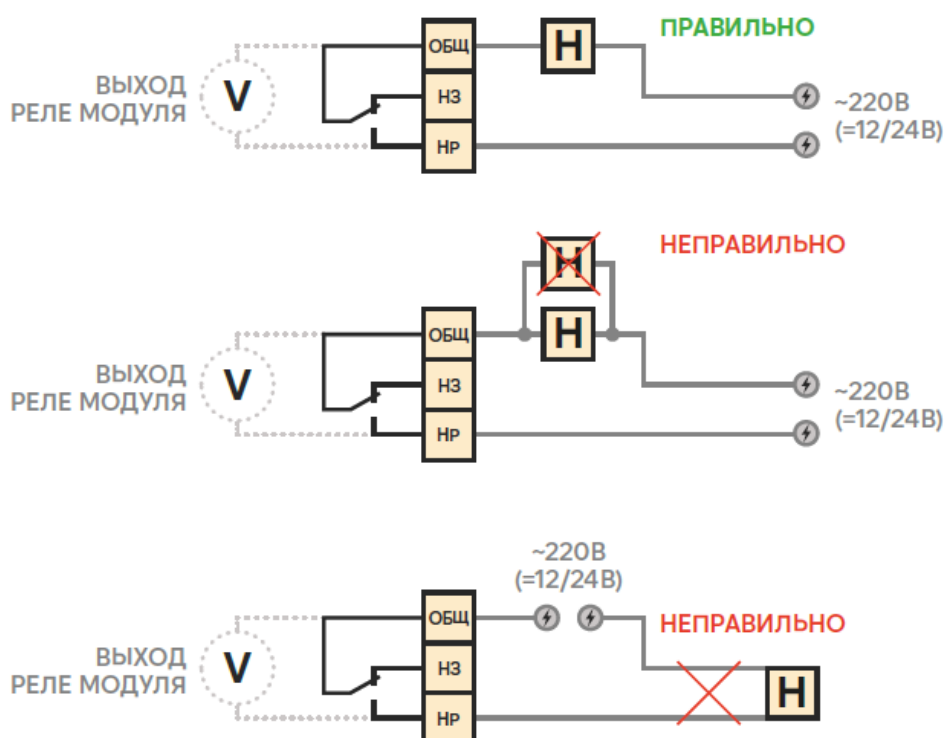

Рис.4. Особенности схемы подключения нормально-выключенной нагрузки к КУПОЛ-Р2.
3. Извлечение платы из корпуса и удаление джамперов, указанных на рис.4, производить при отключенном напряжении нагрузки.
2.2.4. На рис. 4 показаны наиболее часто встречающиеся ошибки подключения нормально-выключенной нагрузки к контактам модуля. На рисунке представлен также принцип контроля цепи управления, который условно может быть представлен как вольтметр, измеряющий напряжение между клеммами ОБЩ и НР.
Как демонстрирует рис.4, модуль обеспечивает контроль исправности цепи только одной подключенной нагрузки – обрыв цепи второй нагрузки обнаружен не будет.
При этом для эффективного контроля исправности нагрузки и цепи управления рекомендуется устанавливать модуль вблизи нагрузки. При работе с удаленной нагрузкой, как показано на рис.4, короткое замыкание в проводах, питающих нагрузку, обнаружено не будет.